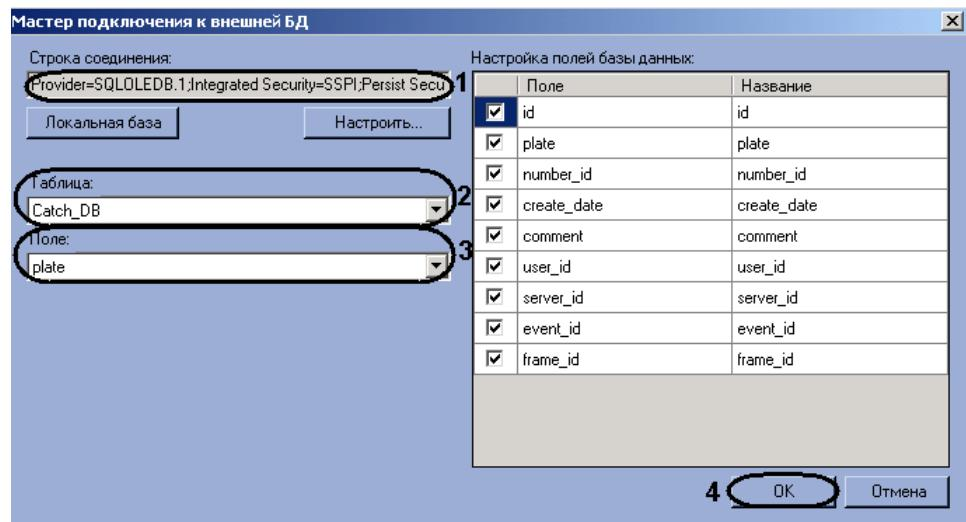

Рис. 7.5—6. Выбор столбца с номерами транспортных средств
- В списке «Таблица» (см. Рис. 7.5—6, 2) отображаются названия таблиц в выбранной базе данных. Выбрать из данного списка таблицу, в которой содержатся номера транспортных средств.